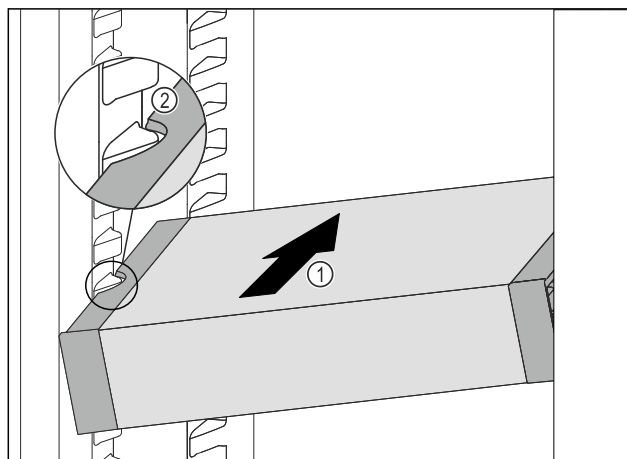

Fig. 105
- ▶ Introduzca el VarioSafe en posición oblicua en el compartimento del frigorífico Fig. 105 (1) hasta que los huecos laterales Fig. 105 (2) del VarioSafe se encuentren a la altura de la nervadura del recipiente en el compartimento frigorífico.